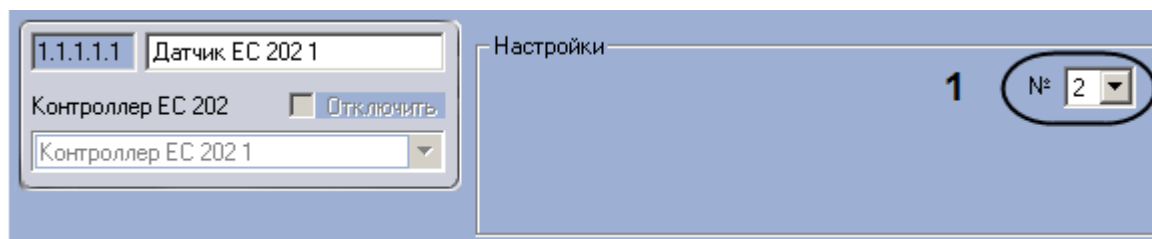

Рис. 3.5—13 Настройка датчика Контроллера Кодос ЕС 202
2. Из раскрывающегося списка **№** выбрать аппаратный адрес подключения датчика (см. Рис. 3.5—13, 1).